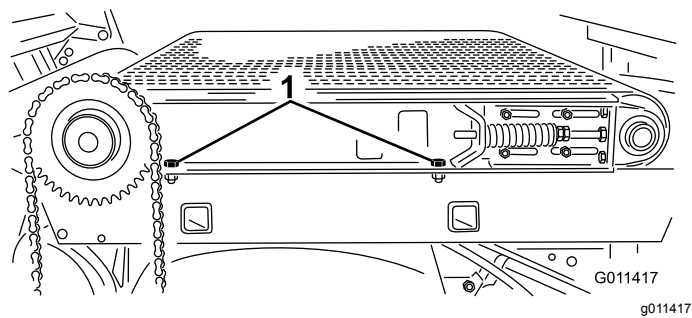

图34
6. 卸下机器右侧将滑行滚道固定至机架的 2 个平头螺丝、垫圈和螺母图34。确保紧固件保持足够的松动使滑行滚道倾斜。